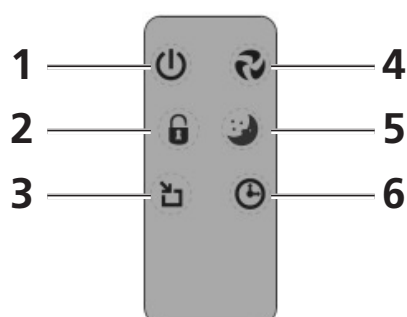

Figura 5
Se le batterie del telecomando vanno sostituite, staccare il coperchio sul retro del telecomando come mostrato nella figura 5. Sostituire le batterie vecchie con altre, nuove. Fare attenzione ai poli + e -. Usare solo batterie CR 2032 lithium 3V.
1. Riporta la potenza predisposta nel ventilatore. Premendo il tasto 1 del pannello di funzionamento (figura 4) o il tasto 4 del telecomando (figura 5) è possibile regolare la potenza del ventilatore. Premendo più volte questo tasto, la potenza del ventilatore passerà da SLEEP a LOW a MEDIUM a TURBO e poi ritornerà a SLEEP.